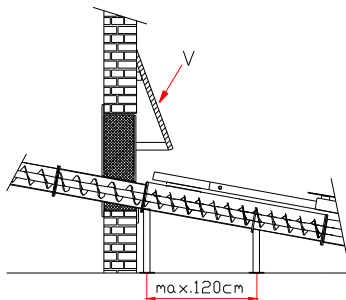

Fig. 3:
- 15.) La tramezzatura (V) (fig. 3) dell'apertura di ispezione deve essere realizzata dal committente. Essa impedisce un'immissione accidentale di combustibile nel vano combustione. Montare una pendenza di assi di 3 cm di spessore a 40 cm dalla coclea di distribuzione, distante 40 cm dalla parete del locale di deposito e larga 80 cm, con un'angolazione di circa 20°. La struttura deve essere sufficientemente salda e sostenuta nella parte inferiore.